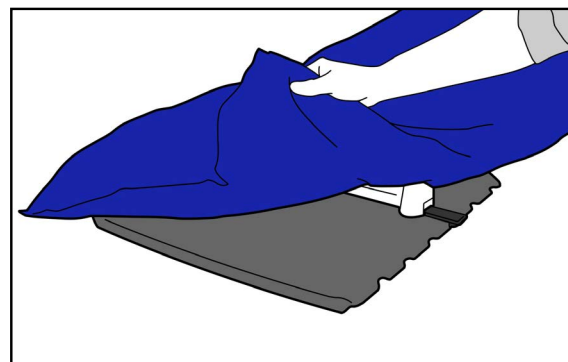

Fig. 6
3. Gonfiare a sufficienza il materassino in modo da eliminare pieghe e ondulazioni. Quindi disporre il materassino sopra l'indicizzatore (o gli indicizzatori) (Fig. 6).